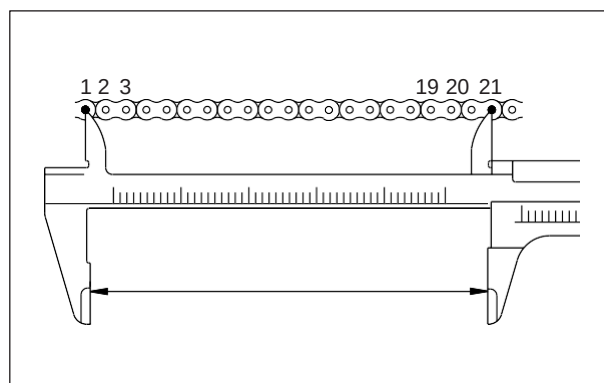

Fig. 2.60
- Verifique la elongación de la cadena, cuente 21 pines en la cadena y mida la distancia entre 20 pasos, como se ve en la imagen. (Fig. 2.60)